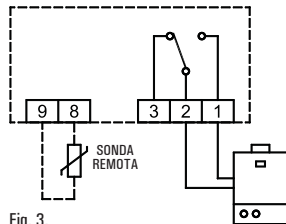
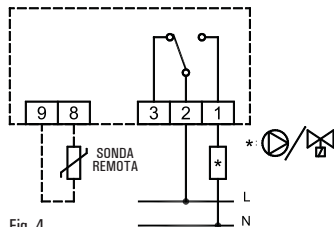

Fig. 3.
Fig. 4.
- Execute as conexões eléctricas seguindo o esquema de conexão da Fig. 3 ou Fig. 4.
Insira as pilhas respeitando as polaridades indicadas no compartimento adequado (Fig. 4) e execute a operação de reset agindo com um objecto pontiagudo através do furo respectivo (L Fig. 4); NÃO UTILIZE AGULHAS.
‘OK’: Programação/Hora/Confirmação (I de Fig. 4);
‘▲’: Avanço (G Fig. 4);
‘▼’: Retrocesso (H Fig. 4);
O cronotermóstato possui 24 contactos (A Fig. 4), situados nos lados do display para seleccionar, durante o decorrer do dia, as faixas de ‘Conforto’ ou ‘Redução’.
Para todo o resto do dia os intervalos seleccionáveis são de uma hora (A Fig. 4).